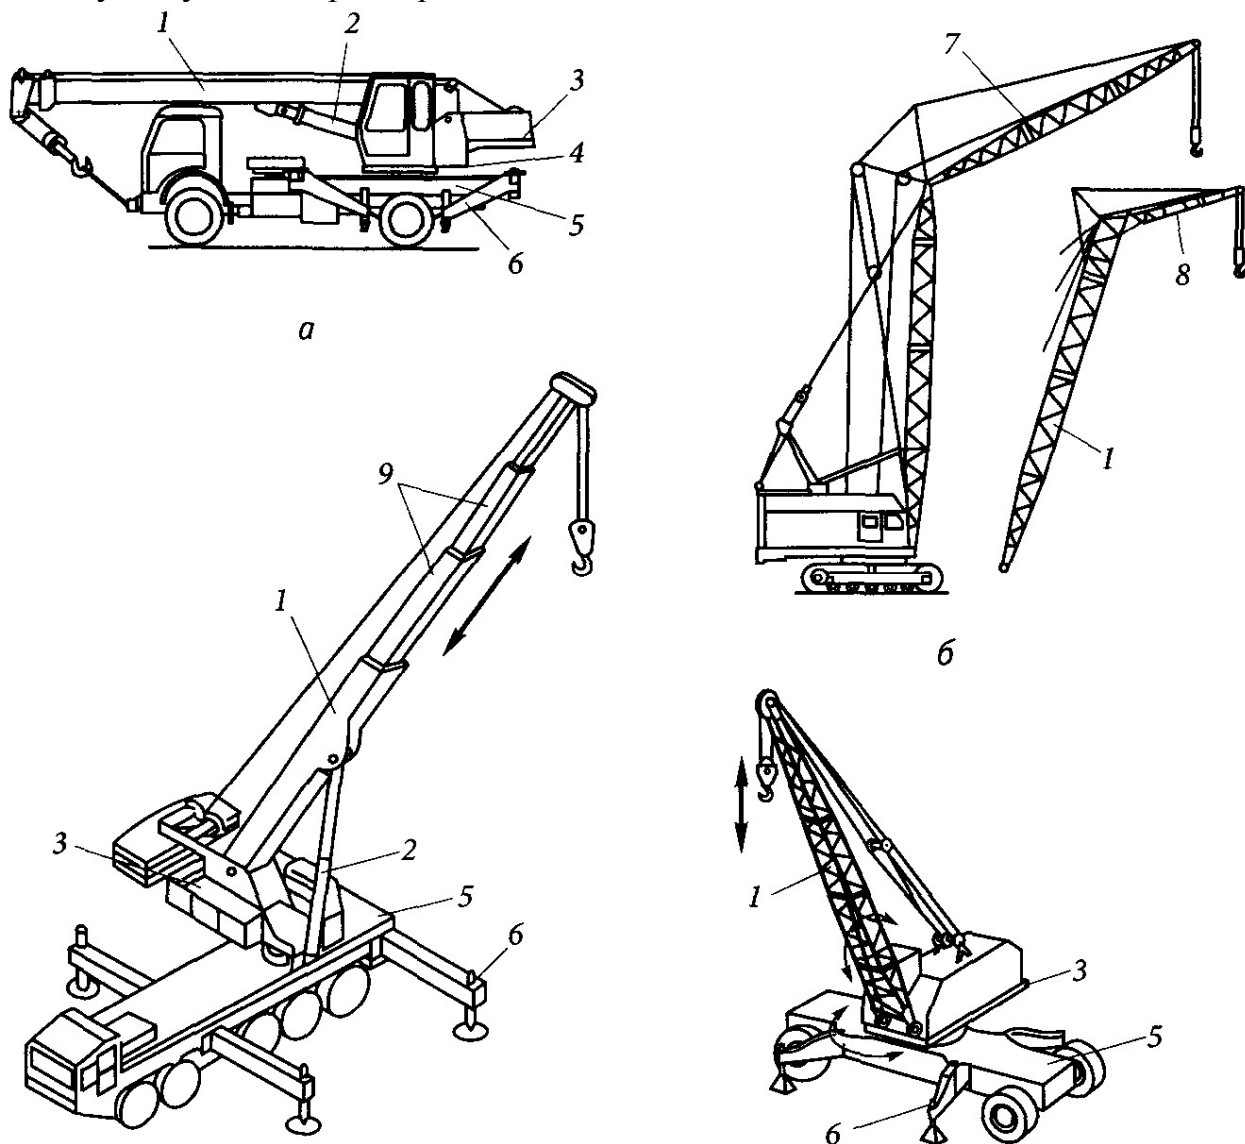

Рис. 2.8. Стреловые краны:
Все стреловые краны (рис. 2.8) имеют собственный источник энергии (силовую установку) — дизельный двигатель, поэтому они могут работать там, где отсутствует электроэнергия.
Автомобильные краны (рис. 2.8, а), краны на специальном шасси (рис. 2.8, в), короткобазовые краны являются наиболее мобильными, они перемещаются по автомобильным дорогам в транспортном положении, но могут выполнять подъем груза только на выносных опорах.
Гусеничные (рис. 2.8, б) и пневмоколесные (рис. 2.8, г) краны могут перемещаться по строительной площадке с грузом на крюке, при этом грузоподъемность пневмоколесных кранов примерно в 2 раза меньше, чем на выносных опорах.
- с гибкой подвеской стрелового оборудования (см. рис. 2.8, б, г);
- жесткой подвеской стрелового оборудования (см. рис. 2.8, а, в).